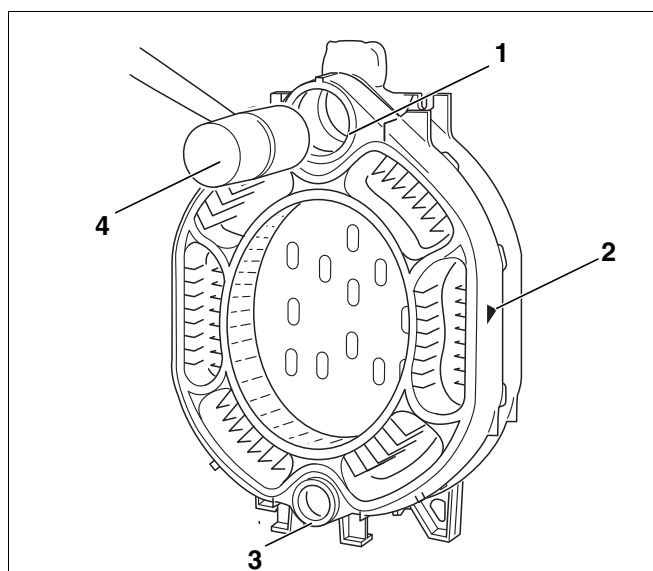

Fig. 13 Battuta dell'elemento intermedio
- ▶ Mettere l'elemento intermedio, con il mozzo superiore ed inferiore (fig. 13, [1] e [3]) sui nippoli dell'elemento posteriore, la freccia direzionale (fig. 13, [2]) deve essere rivolta verso dietro.
- ▶ Fissare il primo elemento intermedio all'elemento posteriore con un martello in legno o in gomma dura (fig. 13, [4]).